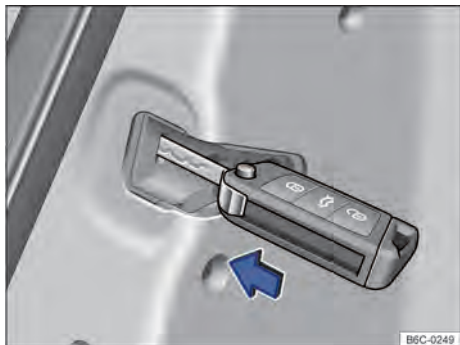

Fig. 54 En las puertas, delantera derecha y traseras: bloqueo de emergencia del vehículo con la varilla metálica de la llave.
- Colocar la varilla metálica de la llave en la ranura → fig. 54 y presionar.